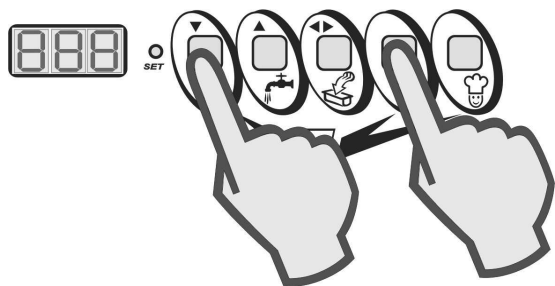

Fig.1
- Con macchina in STOP, premere contemporaneamente i tasti STOP e AUTOMATICO per accedere al programma di produzione granita con controllo del tempo di lavorazione e agitazione ciclica (Fig. 1).